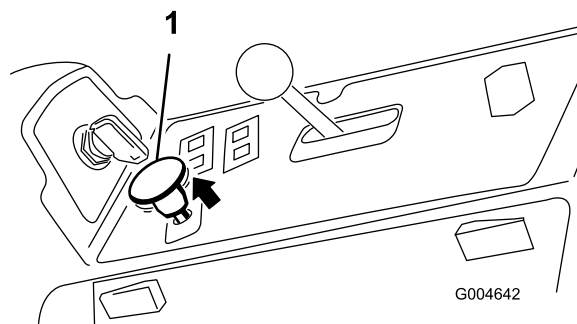

Figura 21
3. Tire del mando de la TDF para engranarla (Figura 21).